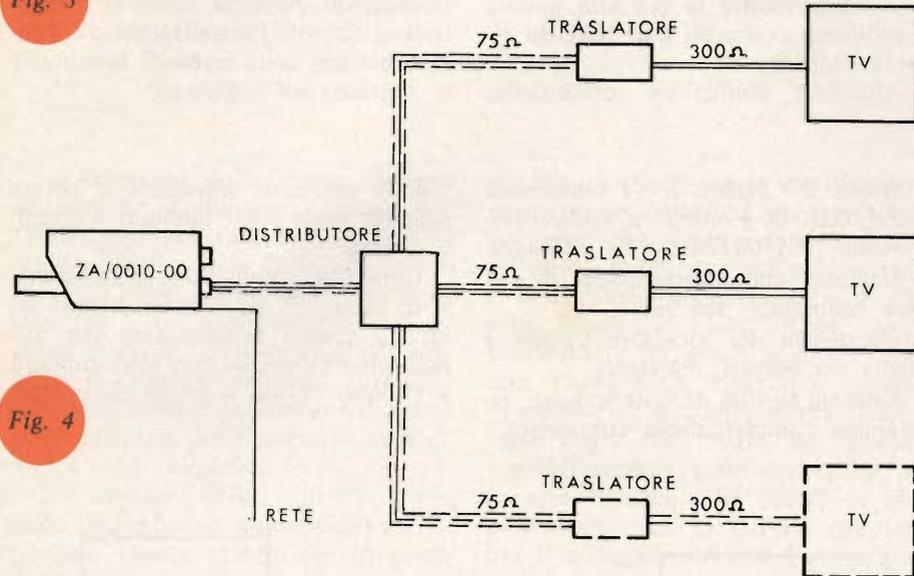

Fig. 4
B) Facilità del collegamento in parallelo di più televisori: è sufficiente infatti utilizzare normali partitori resistivi per impianti centralizzati (fig. 4).